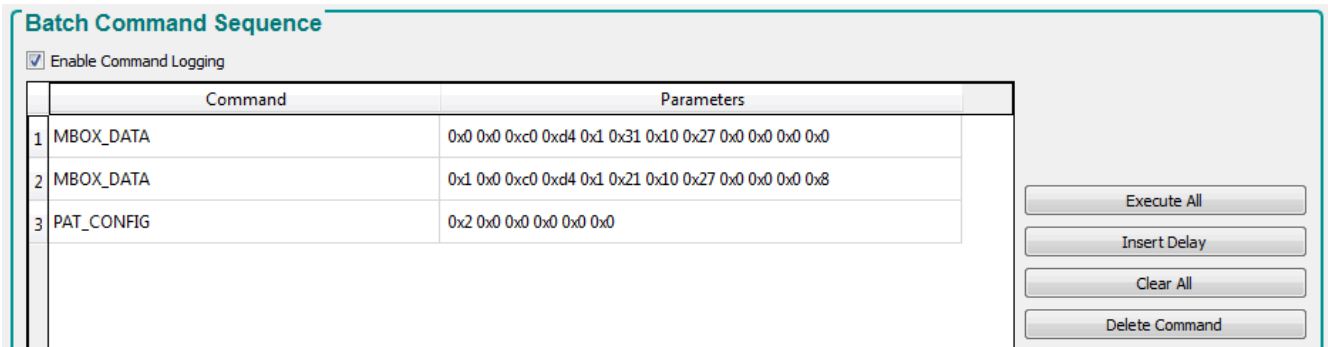
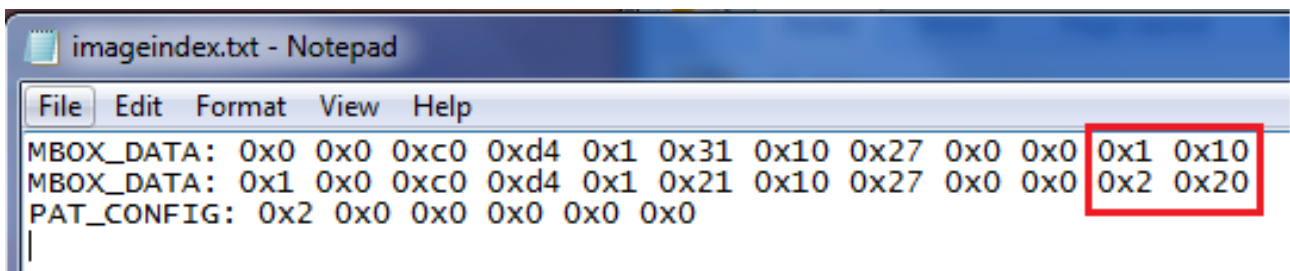

图 4-24. 图案 LUT 定义和配置
图 4-25. 更新索引和位位置
10. 图 4-24 展示了图案序列的 *Pattern LUT Definition* 和 *Configuration*。
16. 使用记事本或类似的编辑器打开并编辑步骤 11 中保存的批处理文件。该文件通常存储在 `C:\Texas Instruments-DLP\DLPC900REF-SW-5.0.0\DLPC900REF-GUI\Images and Batch files\` 文件夹中的 `LCR[DMD]_Images\` 文件夹内，具体取决于所使用的 DLPC900 DMD EVM。更改图像索引和位位置，如图 4-25 所示。有关图案 LUT 定义和配置命令的详细信息，请参阅 DLPC900 编程人员指南 (DLPU018)。
17. 图 4-25 展示了两种图案图像的图像索引和位位置，其中的值与图 4-24 中的值相比发生了变化。点击 *Save* 保存新的批处理文件。